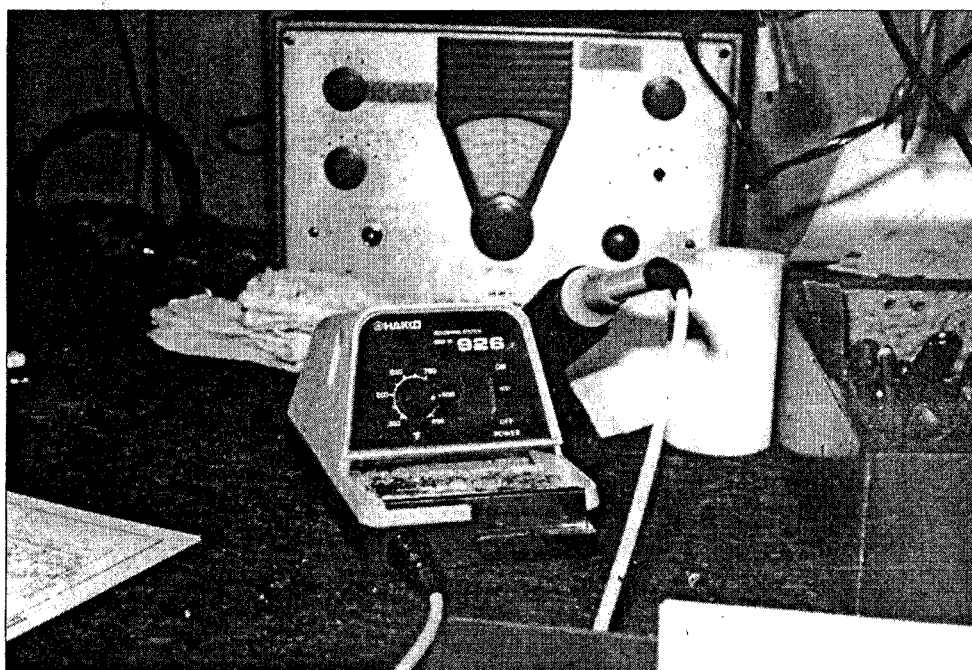

Рис. 14.4. Паяльная станция
- паяльная станция или паяльник, работающий на батарейках (рис. 14.4);